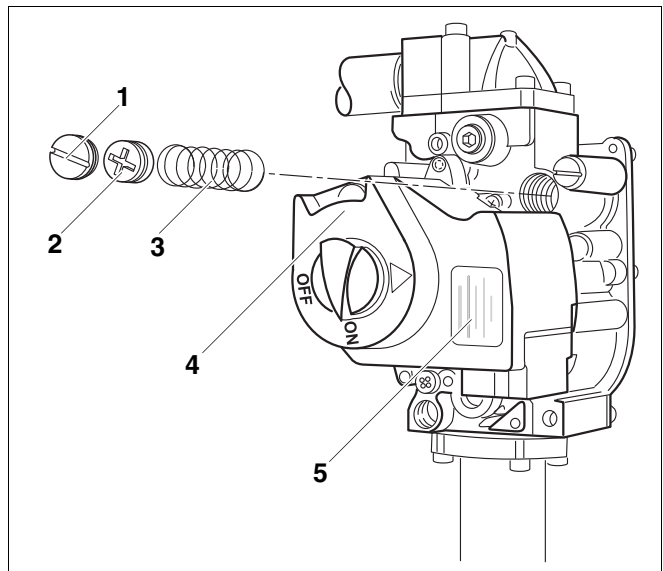

Fig. 4 Bloc gaz
13. Nettoyer le caisson du bloc gaz (→ fig. 4) et placer la plaquette jaune (→ fig. 4) du assemblage LP Honeywell de manière bien visible sur le bloc gaz.